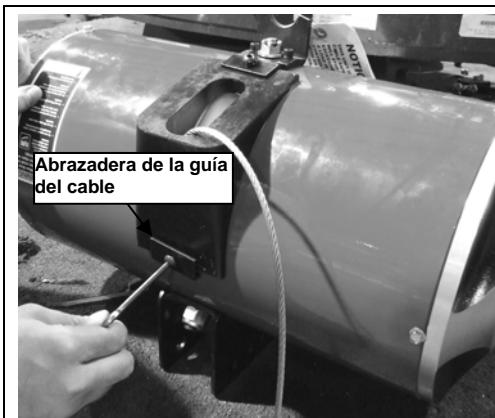

Figura 4.7
- Paso 7. Quite la guía del cable y las abrazaderas guía del cable. (Ver Figura 4.7)